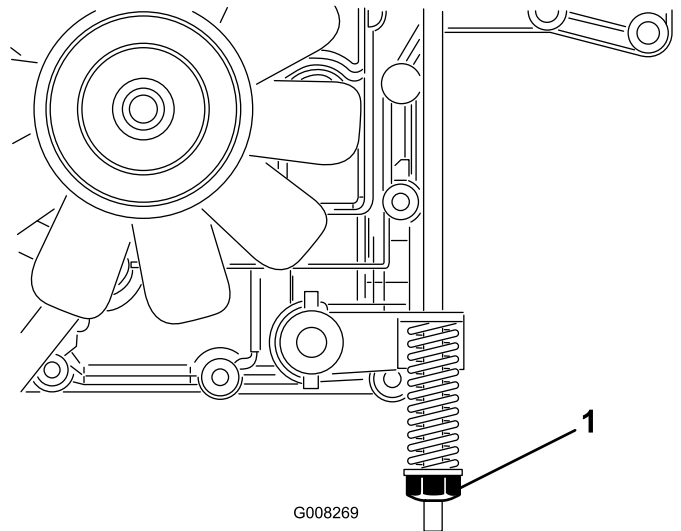

Figure 32
Le frein de stationnement se trouve du côté droit de l'essieu arrière, à l'intérieur du pneu arrière (Figure 32).
3. Tournez l'écrou de réglage dans le sens horaire jusqu'à ce qu'il soit impossible de pousser la machine (Figure 32).